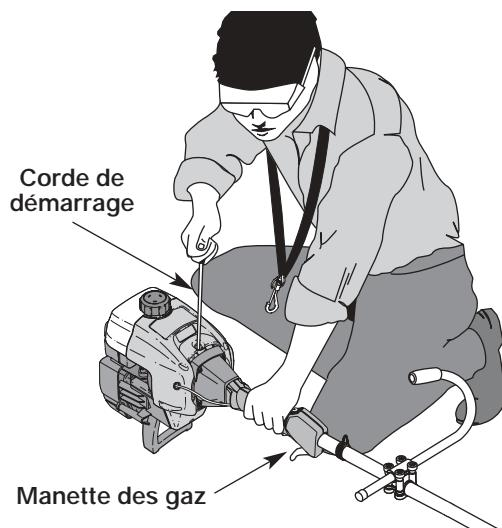

Fig. 18
**AVERTISSEMENT :** évitez tout démarrage accidentel. Tenez-vous en position de démarrage lorsque vous tirez sur la corde de démarrage (Fig. 18). L'opérateur et l'appareil doivent tous deux être en position stable pour éviter des blessures graves.
5. L'appareil étant prêt à démarrer (Fig. 18), **N'APPUYEZ PAS SUR LA MANETTE DES GAZ** et tirez brusquement sur la corde de démarrage 5 fois de suite, le levier EZ-StartMC étant tourné vers la gauche. Si le moteur essaie de démarrer avant le cinquième tir, passez à l'étape 6. Si le moteur ne démarre pas, retournez à l'étape 3.
1. Relâchez la manette des gaz (Fig. 18). Laissez le moteur refroidir au ralenti.